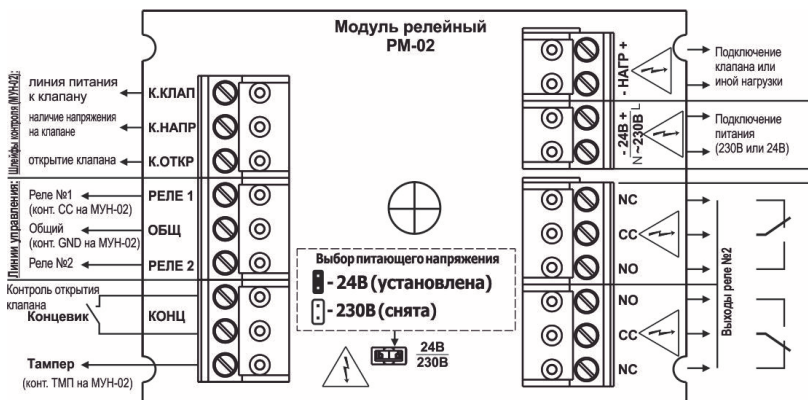

Рисунок 1 - Внешний вид платы PM-02 и её схема подключений
➤ **Плата PM-02** (см. Рисунок 1) установлена внутри корпуса и предназначена для реализации основных функциональных возможностей модуля PM-02.
- разъём (клеммная колодка) для подключения шлейфов контроля состояния клапана дымоудаления (см. Рисунок 1 и Таблицу 2);
- разъём (клеммная колодка) для подключения линии управления и питания модуля (см. Рисунок 1 и Таблицу 2);
- разъём (клеммная колодка) для подключения клапана дымоудаления или иной нагрузки (см. Рисунок 1 и Таблицу 2);
- разъём (клеммная колодка) для подключения напряжения питания нагрузки - (см. Рисунок 1 и Таблицу 2);
- два разъёма (клеммные колодки) для подключения нагрузки на реле №2 модуля - (см. Рисунок 1 и Таблицу 2);
- переключатель выбора питающего напряжения нагрузки - (см. Рисунок 1 и Таблица 3).
Все входные и выходные цепи подключаются к модулю в соответствии со схемой подключения (Рисунок 1) с помощью клеммных колодок, расположенных на плате PM-02.
Подключить провода к соответствующим клеммам на плате модуля PM-02 (Рисунок 1).
В зависимости от значения питающего напряжения нагрузки установить/снять перемычку ХТ1 24В/230В (см. Рисунок 1 и Таблица 3).